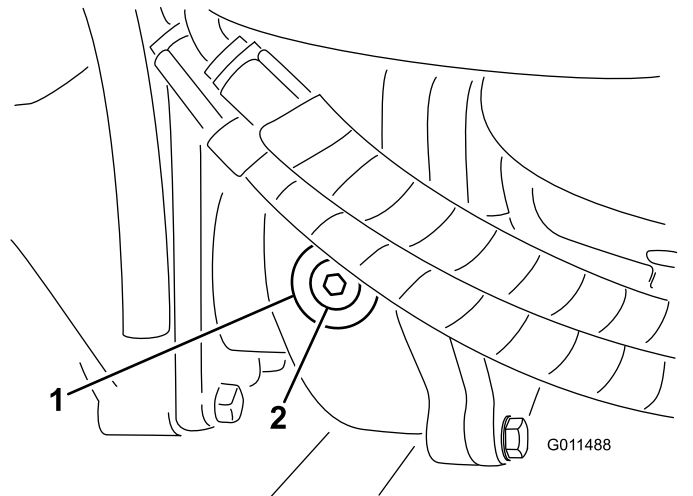

Bild 59
2. Entfernen Sie die Prüf-/Füllschraube an der linken Getriebeseite und stellen sicher, dass das Öl die Unterseite des Lochs erreicht (Bild 59).